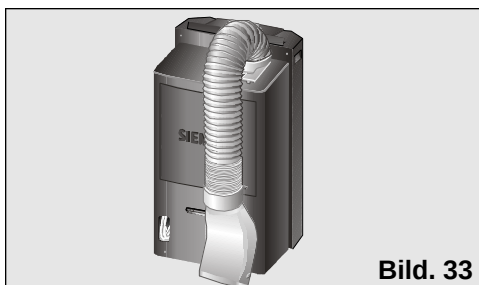

Bild. 33
- ☐ För att göra detta böjer Du röret mot apparatens baksida och fäster det vid apparaten med den speciella hållare som finns på luftspridaren, Bild 33 och 34.